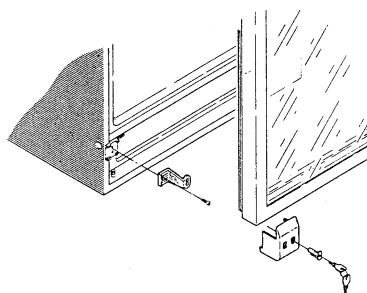

Fig. 5
6. Se monta la puerta (consulte la fig. 5) y el gozne superior de la forma indicada, girándolo 180° de derecha a izquierda y apretándolo.